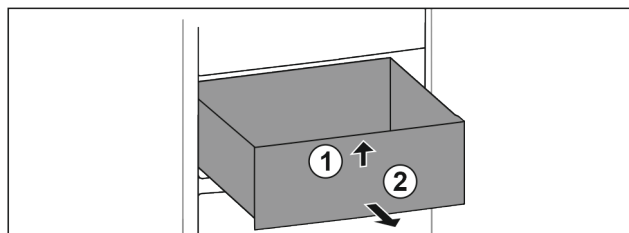

Fig. 62
- ▶ Unieść szufladę z przodu. Fig. 62 (1)
- ▶ Wyjąć szufladę do przodu. Fig. 62 (2)